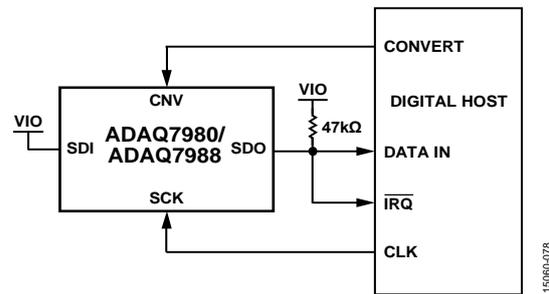
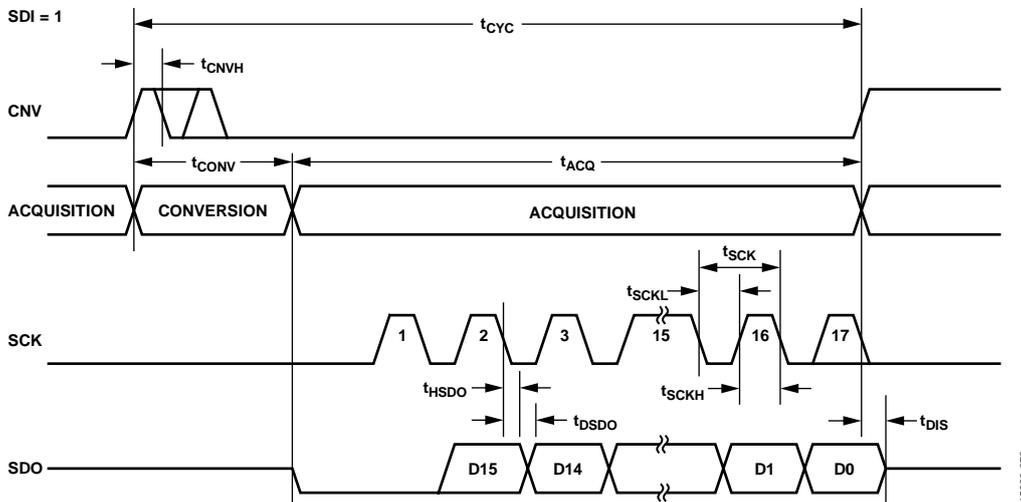

図 73. 3 線式 $\overline{\text{CS}}$ モード (ビジー・インジケータあり) の接続図 (SDI = 1、ハイ)
図 74. 3 線式 $\overline{\text{CS}}$ モード (ビジー・インジケータあり) のシリアル・インターフェース・タイミング (SDI = 1、ハイ)
- $\overline{\text{CS}}$ モードでは、ADC 変換が終了したときに CNV または SDI がローの場合 (図 74 と図 78 を参照)。
接続図を図 73 に、対応するタイミングを図 74 に示します。